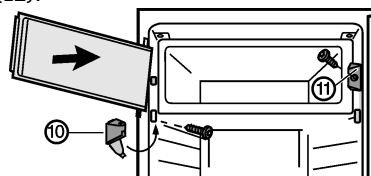

Fig. 7 *
- ▶ Sluitstuk Fig. 7 (11) monteren.*
- ▶ Lagerbus Fig. 7 (10) monteren en afdekking dichtklappen.*